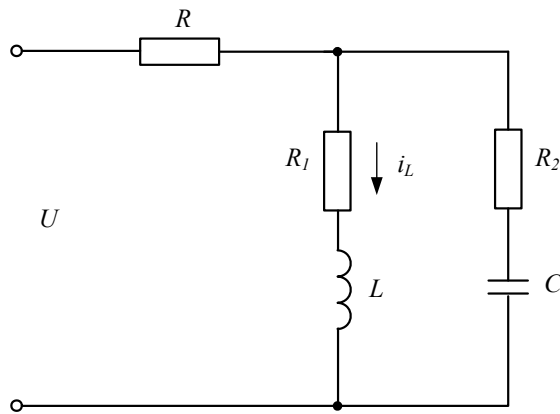

Рисунок 39
**Задача 34.** В цепи (рис.39) мгновенное значение тока в ветви  $R_1, L$  равно  $i_L = 20 + \sqrt{2} \cdot 10 \sin \omega t + \sqrt{2} \cdot 5 \sin 2\omega t$ , активные сопротивления  $R_1$  и  $R_2$  одинаковы ( $R_1=R_2=1\text{Ом}$ ). При основной угловой частоте  $\omega$  индуктивное сопротивление  $x_L=1,5$  Ом, а емкостное  $x_C=3\text{Ом}$ . Найти выражения для мгновенных напряжений на зажимах цепи, тока в ветви  $R_2, C$  и в неразветвленной части цепи. Определить активную мощность на зажимах цепи: